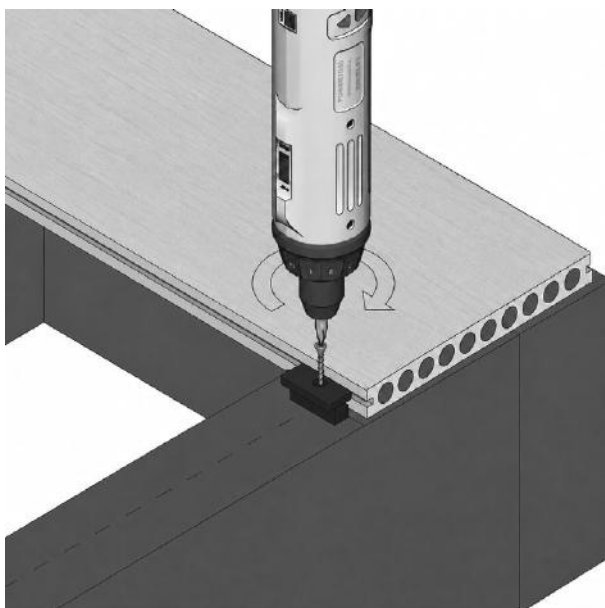

FIG. 4 – TORNILLO DE FIJACIÓN INTRODUCIDO EN EL CLIP OCULTO
- 01 Para los clips ocultos de 6 mm, atornille ligeramente en su sitio; no apriete en este momento (fig. 4). Para los clips ocultos de 3 mm, apriete completamente el tornillo en este momento.